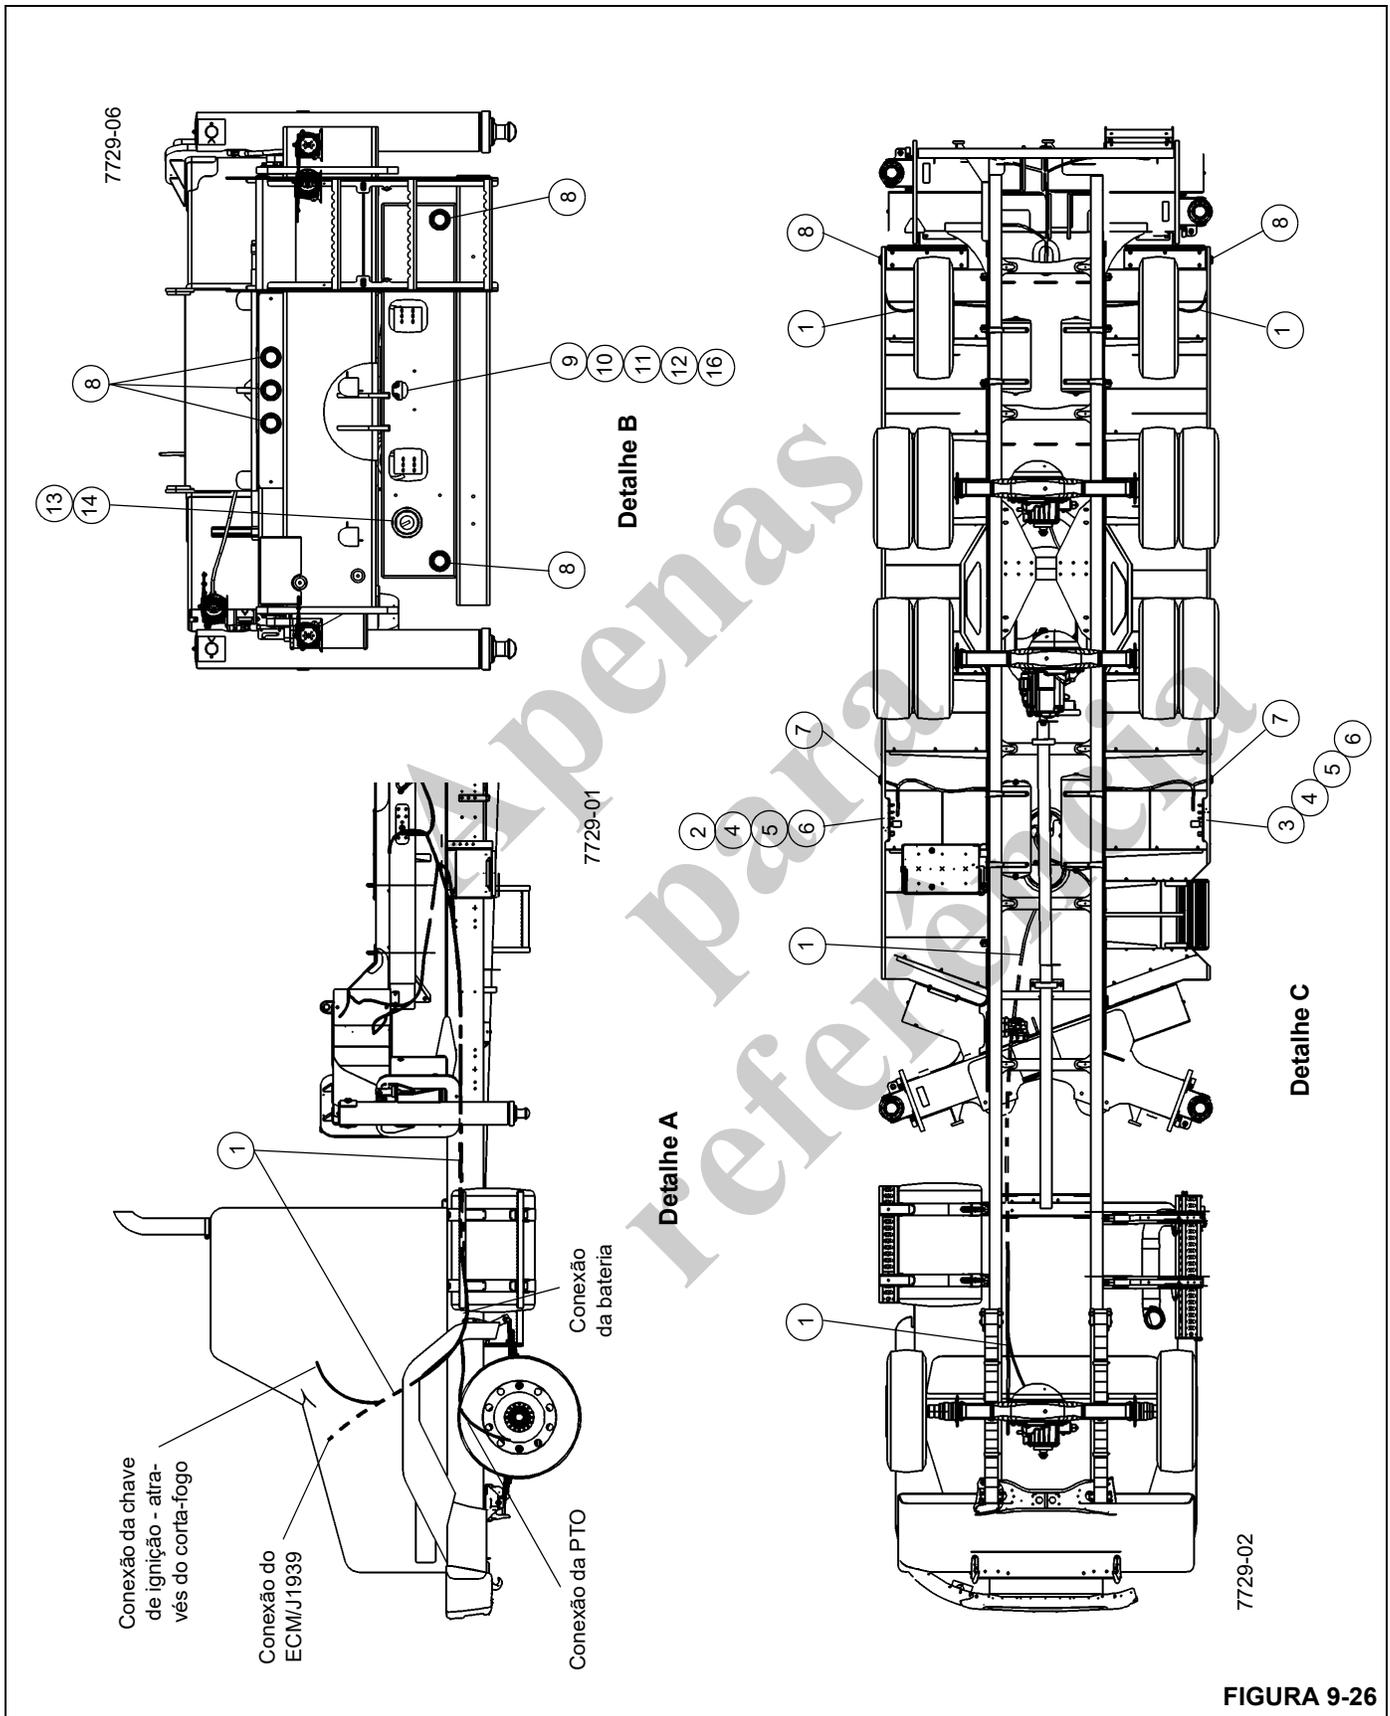

FIGURA 9-26
Faça as conexões elétricas entre o guindaste e o caminhão usando os procedimentos a seguir e as informações na Figura 9-26.
1. Trabalhando na parte traseira do caminhão, instale as cinco luzes dos marcadores vermelhos (8) na placa da tampa da luz e conjunto da placa de luzes (Detalhe B) e, em seguida, conecte as luzes dos marcadores no chicote elétrico principal (1).
3. Instale o conjunto de luz da placa de licença (9) no conjunto da placa de luzes usando os elementos de fixação fornecidos (10, 11, 12, 16) (Detalhe B) e, em seguida, conecte o conjunto de luzes no chicote elétrico principal (1).
4. Se equipado, instale o alarme de ré/movimento (13) e ilhó (14) no conjunto de luzes (Detalhe B) e, em seguida, conecte o alarme no chicote elétrico principal (1).
5. Instale as luzes dos marcadores vermelhos (8) nos conjuntos do para-choque traseiro do lado do motorista e do passageiro (Detalhe C) e, em seguida, conecte as luzes dos marcadores no chicote elétrico principal (1).
6. Instale as luzes dos marcadores amarelos (7) nos conjuntos do para-choque dianteiro do lado do motorista e do passageiro (Detalhe C) e, em seguida, conecte as luzes dos marcadores no chicote elétrico principal (1).
7. Instale os painéis de controle remoto esquerdo e direito dos estabilizadores (esquerdo - 2, direito - 3) nos seus respectivos conjuntos do para-choque dianteiro usando os elementos de fixação fornecidos (4, 5, 6) (Detalhe C) e, em seguida, conecte os painéis de controle remoto no chicote elétrico principal (1).
8. Usando dois conectores de encaixe (15), emende o fio Nº 396 do chicote elétrico principal (1) no fio do indicador da PTO do caminhão (Detalhe A e E).
9. Direcione os fios de distribuição Nº 52 (sinal de partida do guindaste), Nº 112 (sinal acc do caminhão) e Nº 901 (sinal de ignição do guindaste) do chicote elétrico principal (1) através do corta-fogo do caminhão e para dentro do painel de instrumentos (Detalhe A). Conecte os fios na chave de ignição.
10. Faça as conexões de fios ao ECM do caminhão e ajuste as configurações do ECM do caminhão e EEPROM do guindaste usando as informações na tabela do motor aplicável na Figura 9-26.
11. Conecte o fio Nº 7 e os três porta-fusíveis (um de 60 A e dois de 40 A) do chicote elétrico principal (1) no terminal positivo da bateria. Conecte os dois fios Nº 51 do chicote elétrico principal (1) no terminal negativo da bateria (Detalhe D).
FIGURA 9-26 continuação